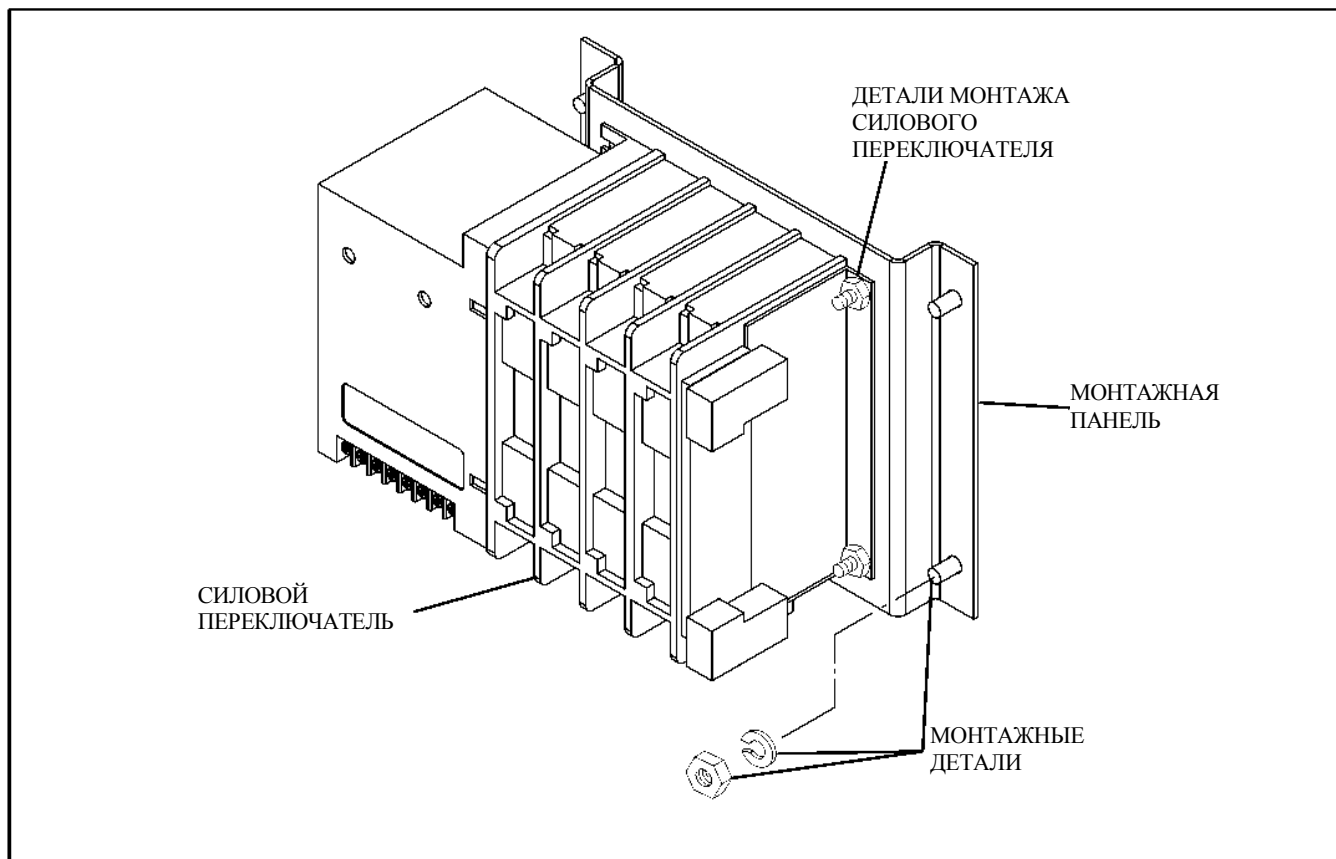

РИСУНОК 9-1. ДЕМОНТАЖ СИЛОВОГО ПЕРЕКЛЮЧАТЕЛЯ
3. Расслабьте и снимите четыре винта, гайки и шайбы, с помощью которых крепится панель переключателя и переключатель к задней стене шкафа (см. Рисунок 9-1).